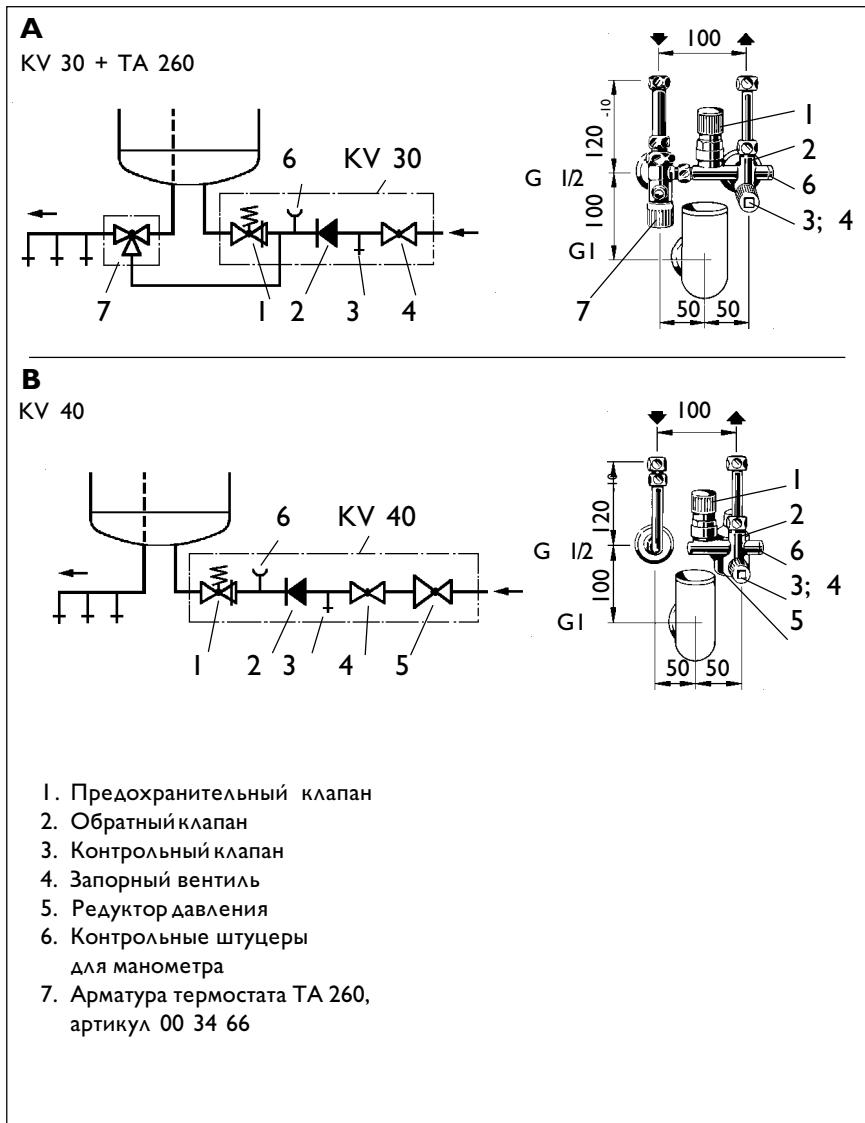

Рис. 7
- Рекомендуется устанавливать проверенные группы безопасности. KV 30, артикул 00 08 26, давление в водопроводной сети до 4,8 бар (рис.7, А)
KV 40, артикул 00 08 28, давление в водопроводной сети до 10 бар (рис.7, В).